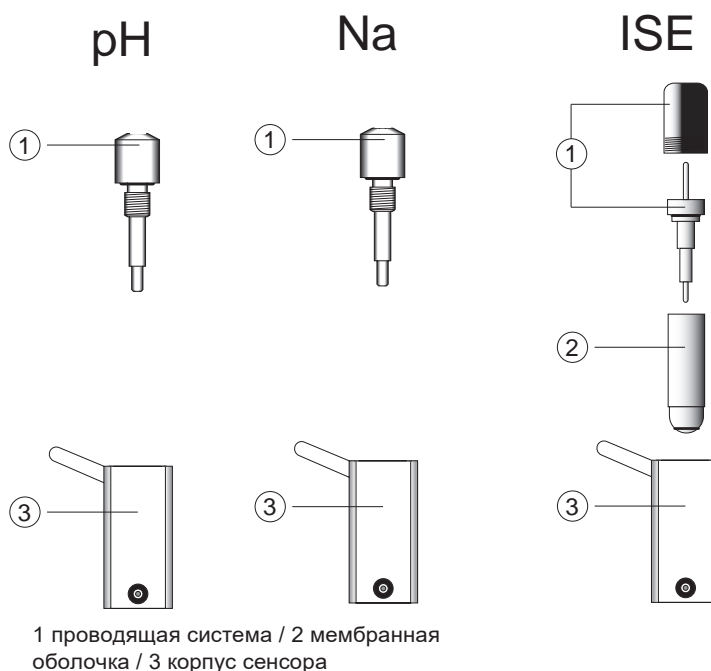

Рисунок 33 Сенсоры ISE в разобранном виде
- **Отвинтите** проводящую систему вместе с мембранной оболочкой из корпуса, см. рисунок 33.